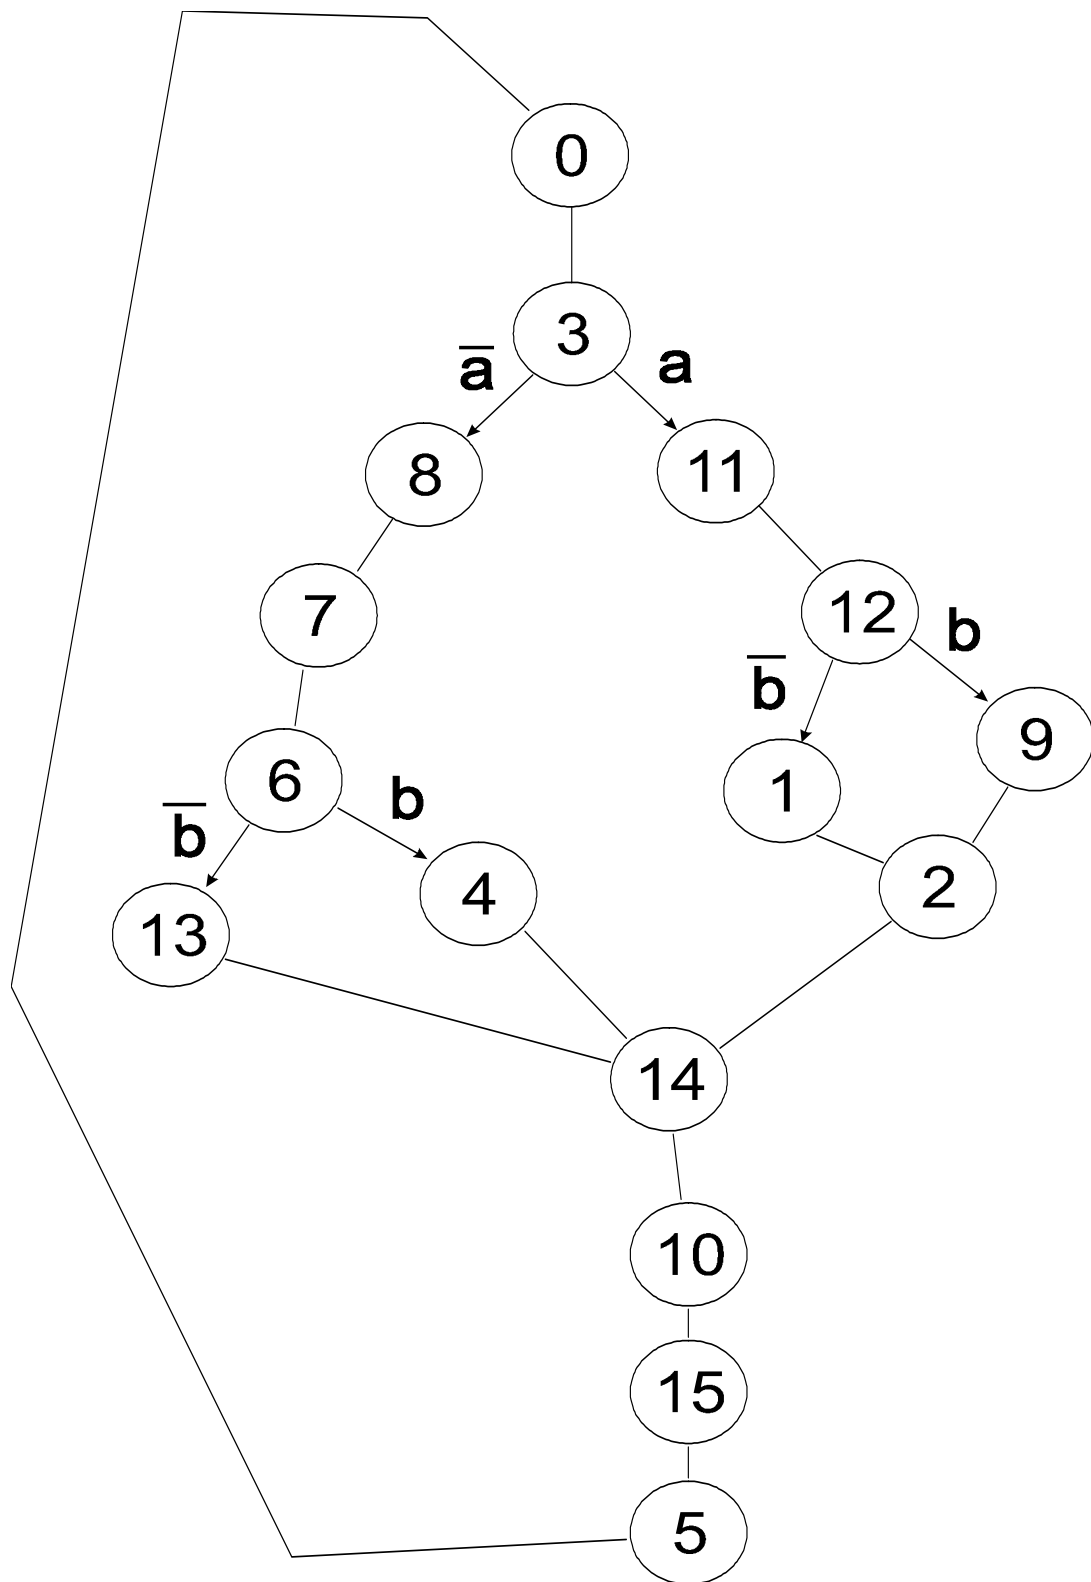

Рис.6.2. Граф полученный с учетом таблицы перекодировки
2. Подставляем новые значения в граф состояний (рис.6.2).